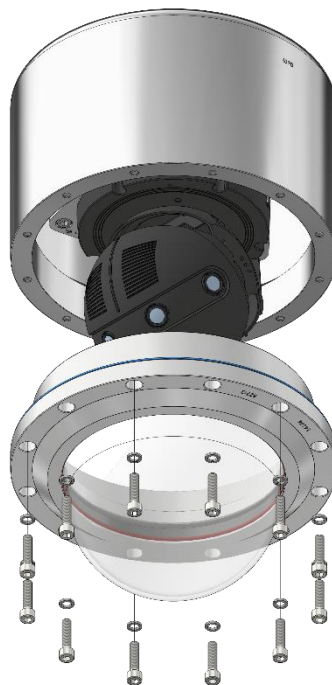

Abb.6-4: Ausnahme ExCam T08-VA4.1K.PS1
- Der Kabel- und Zuleitungsflansch ist vorsichtig und äußerst lotrecht nach hinten herauszuziehen (vgl. Abb.6-4). Es besteht Gefahr durch Verkantung! Durch entstehenden Unterdruck kann das Entfernen des Flansches ggf. schwerfällig sein.
Ausnahme: Bei Modellen der ExCam-Serie T08-VA4.1K.PS1 gibt es keinen Kabel- und Zuleitungsflansch. Hier wird der optische Flansch geöffnet (siehe Abb. 6-4).